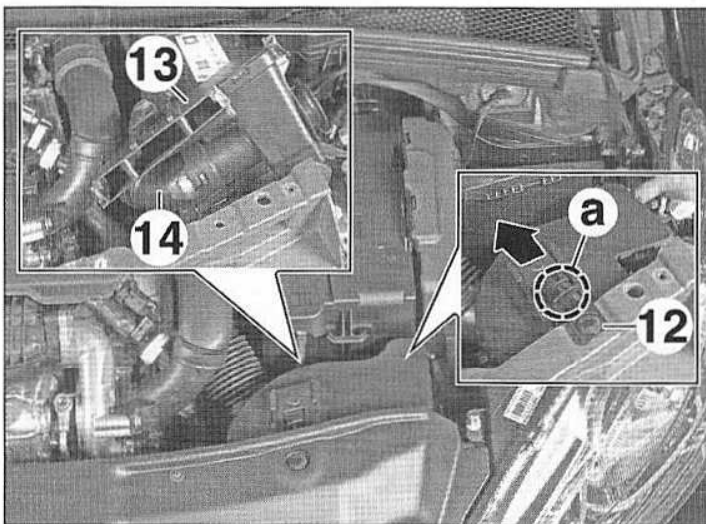

FIG.45
- Déposer l'agrafe (12) (Fig.45).
- Déposer l'ensemble résonateur d'air (13) et conduit d'air (14).